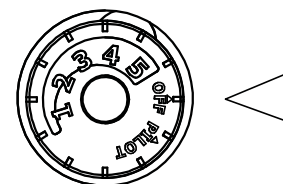
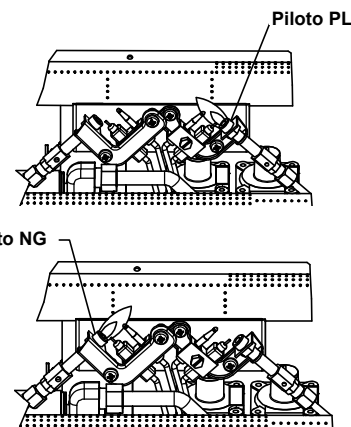

Fig. 15 - Perilla de control
Fig. 16 - Piloto
3. Gire la perilla de control hacia la derecha  a la posición "OFF" (Ver Fig. 15).
4. Espere cinco (5) minutos para que se vacíe todo el gas. Luego huela en busca de gas, incluyendo cerca del piso. Si huele gas, ¡ALTO! Siga "B" en la información de seguridad a la izquierda de esta etiqueta. Si no huele a gas, vaya al siguiente paso.
5. Gire la perilla de control hacia la izquierda  a la posición "PILOT" (Ver Fig. 16). Oprima la perilla de control.
7. Mantenga oprimida la perilla de control durante (30) segundos después de que el piloto encienda. Suelte la perilla de control.
- Si el piloto se apaga repita los pasos 3 al 7. Espere (1) minuto antes de intentar encender el piloto de nuevo. Si después de varios intentos el piloto todavía se apaga, gire la perilla de control hacia la derecha  a la posición "OFF" y llame a un técnico de servicio calificado.